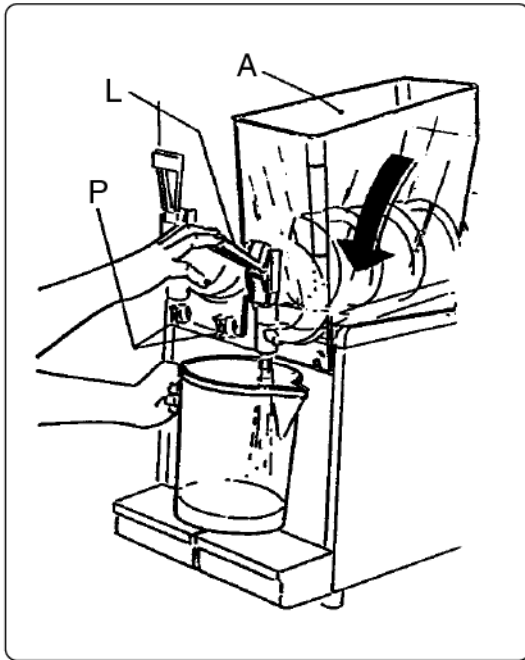

Abb. 10
a) die Knäufe (P) abschrauben und den Behälter (A) absenken, um eventuelle Rückstände durch den Ausgabelahn zu entfernen (siehe Abb. 10).